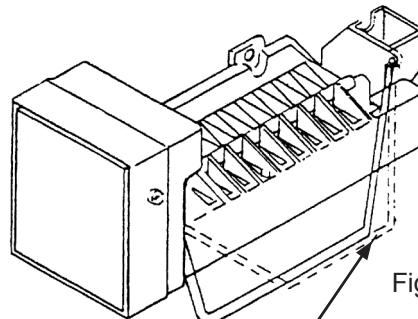

Figure 10
- La tige du bras de coupe doit être abaissée en position la plus basse pour que la production de glaçons soit possible. (Voyez la Figure 10).
- Vous pouvez aussi arrêter manuellement la machine en relevant le bras de coupe en position de verrouillage tout en haut. (Voyez la Figure 10).